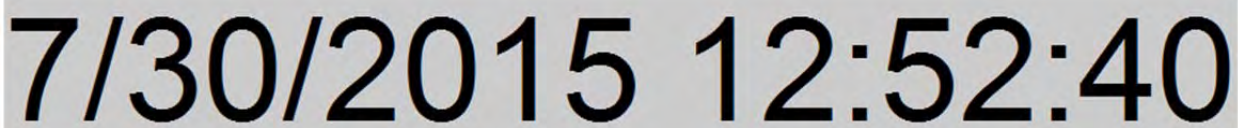

Рисунок 4.3 Поле «Дата Сохранения»
5. Нажмите «Ок». И зафиксируйте поле в чертеже. Размер текста поля зависит от текстового стиля. Текст поля располагается на фоне серого цвета для того, чтобы различать его на фоне остального текста (рисунок 4.3) . На печать фон не выводится и поле выглядит, как обычные текст.